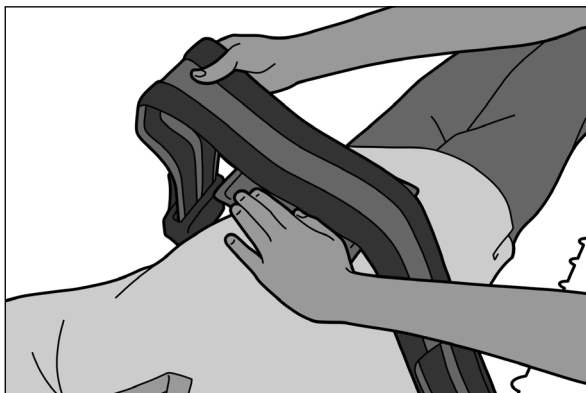

Fig. 9
6. Lägg remmen över patienten och se till att nummersidan är vänd nedåt och fäst den på paddeln och blåsan. Se till att remmens ögla är i linje med haken på blåsan (Fig. 9).